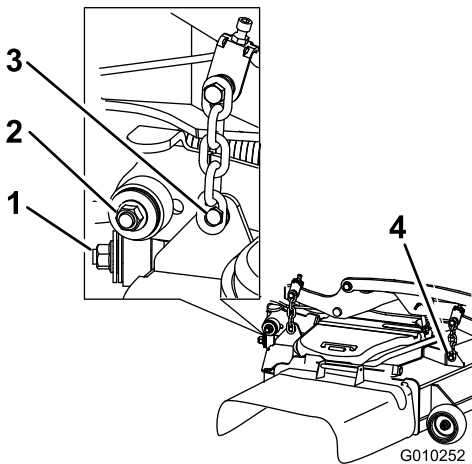

Figure 110
7. Enlevez et mettez de côté les fixations des deux côtés du tablier, comme montré à la Figure 110.